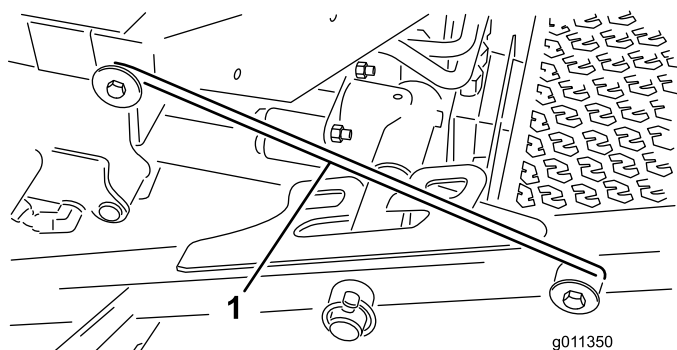

Figure 7
4. Dégagez la barre de verrouillage (Figure 7) de son point de retenue sur le bâti porteur avant.
5. Soulevez l'extérieur des plateaux de coupe avant et placez le verrou sur la goupille du bâti à l'avant de la plate-forme de conduite (Figure 7).